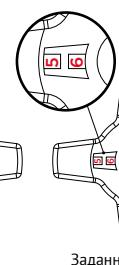

рис. 4
- Откройте клапан до заданного значения, в качестве примера значение индикатора показывает 5,6 (**см. рис.4**).